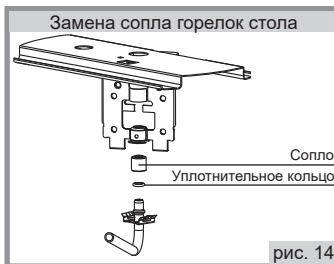

рис. 14
15.1. Проведение замены сопла при ремонте, а также при переводе на другой тип газа (рис. 14)
5. Снять установленные сопла, для этого отверткой необходимо отсоединить металлическую защелку от отбортовки гнезда держателей сопла и вывести газоподводящую трубку вместе с соплом из гнезда, затем снять сопло с трубки газа (рис. 14). Резиновые уплотнительные кольца рекомендуется оставить на трубках.